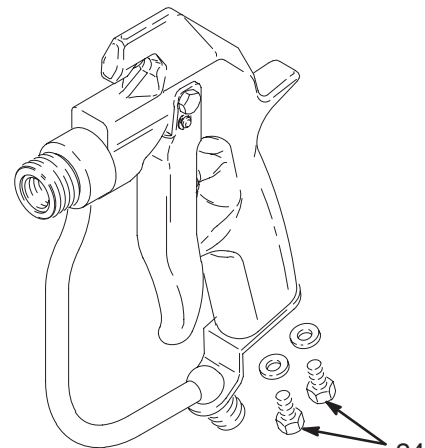

Fig. 19 04733
7. Monter skruene (24). Se Fig. 19.